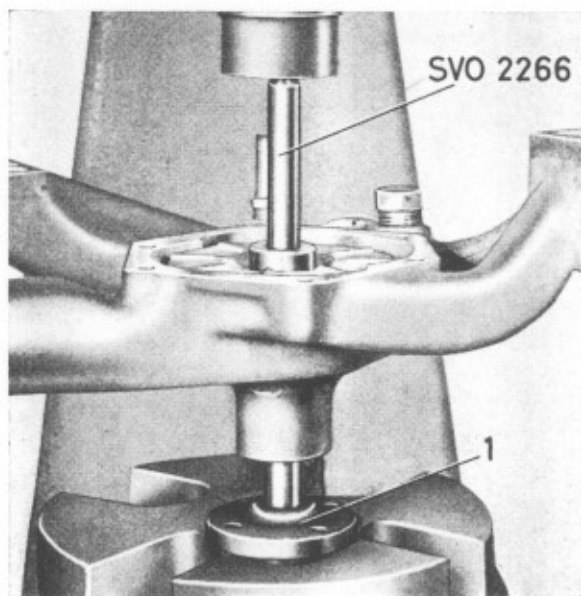

Bild 1-71. Montering av nav
- Pressa i axel med lager i huset. Vänd spåret på axeln inåt vattenutrymmet. Pressa på skovelhjulet med dorn SVO 2266 tills det kommer i plan med axeln, bild 1-68. Montera navet, bild 1-71.